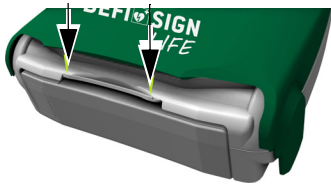

**Abb. 4.9** Entfernung der selbsthaftenden Elektroden
- Ziehen Sie die Elektroden vorsichtig von der Haut des Patienten ab (siehe Abb. 4.9 Entfernung der selbsthaftenden Elektroden)